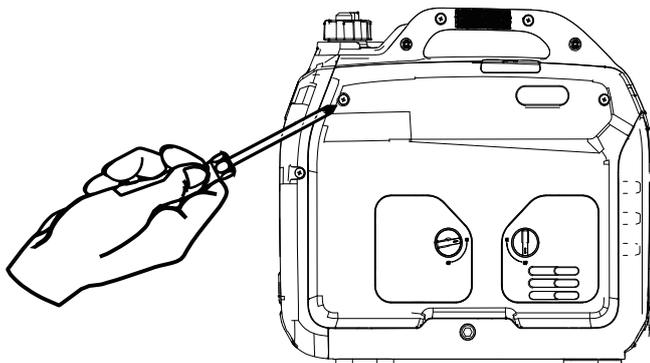

Figura 1: Pannello di servizio del motore
1. Allentare la vite e rimuovere il pannello di servizio del tappo di riempimento/scarico olio motore per accedere al tappo di riempimento/scarico olio (vedere la Figura 1).